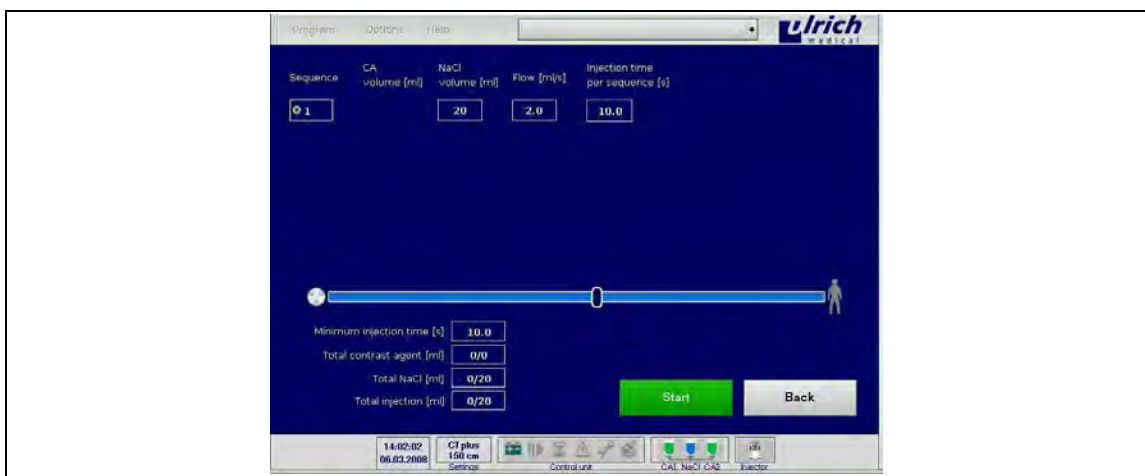

Рис. 51: Маска инъекции перед запуском инъекции
Система переходит от маски ввода в маску инъекции (см. Рис. 51, стр. 67).
1. Выбрать кнопку **Start** (Запуск) (см. Рис. 51, стр. 67).